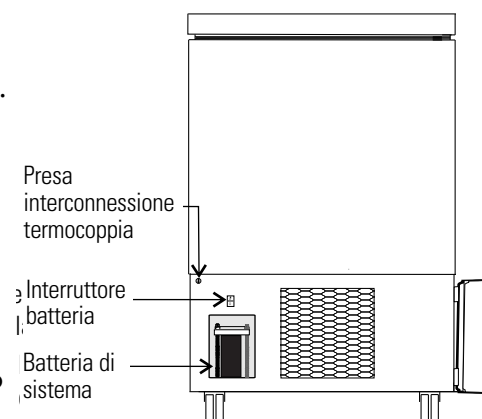

Figura 5-2. Posizione interruttore di alimentazione batteria
2. Individuare l'interruttore di alimentazione della batteria (Figura 5-2). Portare l'interruttore di alimentazione della batteria sulla posizione OFF (O).
3. Rimuovere i due dadi che fissano la staffa della batteria. Vedere Figura 5-2.
Tre modelli CFS (Figura 5-2):